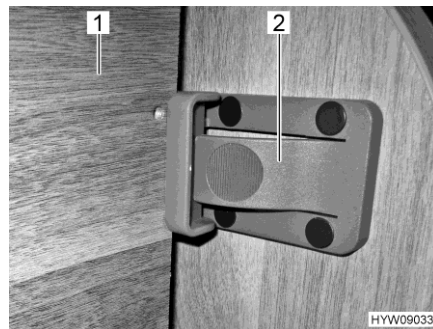

Bild 55 Sicherung vorn
- Bett (Bild 55,1) anheben.
- Bett mit dem Riegel (Bild 55,2) an der Möbelwand sichern.
- Riegel (Bild 55,2) drücken.